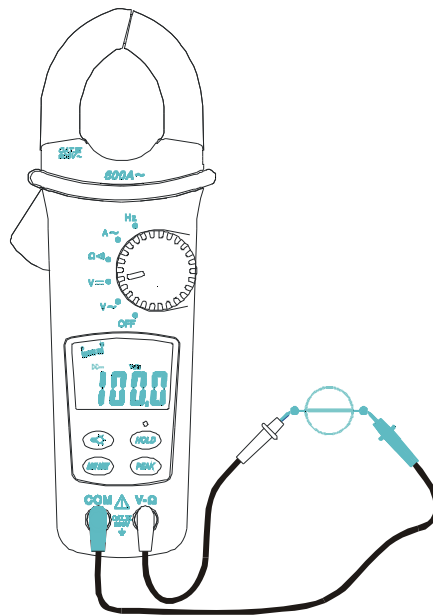

Abb. 3: DC Spannungsmessung
3. Verbinden Sie die Prüfspitzen mit dem gewünschten Stromkreis, nun wird der aktuell gemessene Stromwert angezeigt (s. Abb. 3).